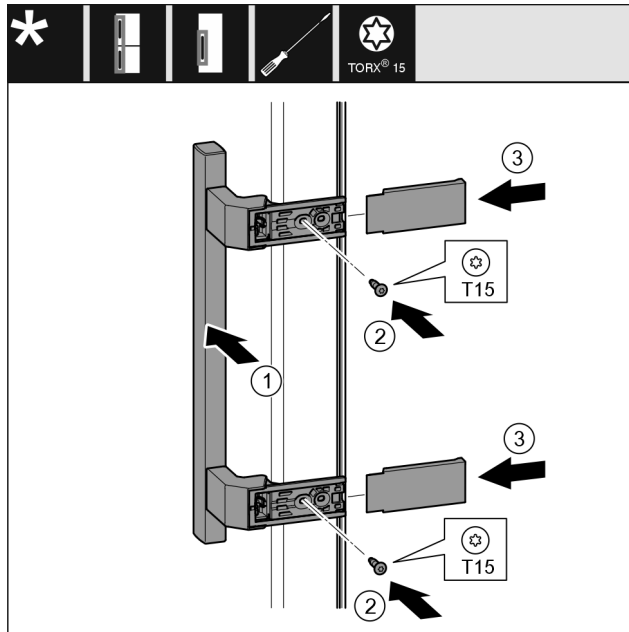

Fig. 20
- ▶ Aseta kahva Fig. 20 (1) vastapäiselle puolelle.
- ▶ Kierrä ruuvit Fig. 20 (2) kiinni ruuvimeisselillä.
- ▶ Aseta suojuukset Fig. 20 (3) sivulle ja työnnä paikalleen.